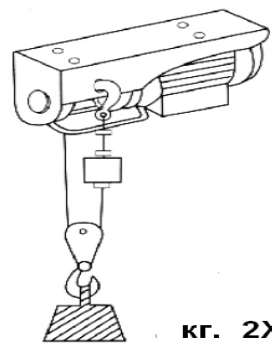

рис. 3
5. Ніколи не чіпляйте гак троса за деталі самої лебідки. Використовуйте для таких цілей спеціальний отвір на корпусі (рис.3).
6. Для збільшення тягового зусилля лебідки майже вдвічі необхідне використання одношківного блоку (рис.3). При цьому навантаження на самій лебідці залишиться колишнім, а швидкість руху троса зменшиться вдвічі. **Важливо при цьому способі роботи з лебідкою використовувати тільки оригінальні блоки - це ваша безпека!**